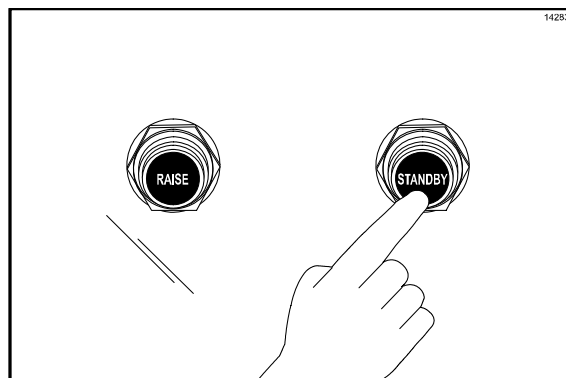

Рисунок 65
10. Нажмите на кнопку "Ожидание", чтобы закрыть верхнюю плиту. (См. рис. 65)